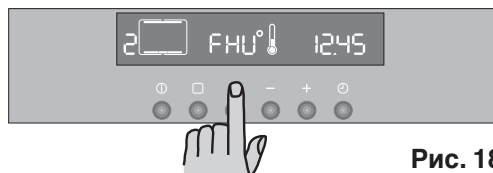

Рис. 18
- 4) Нажмите кнопку . Дисплей температуры покажет “FNU” (Рис. 18).